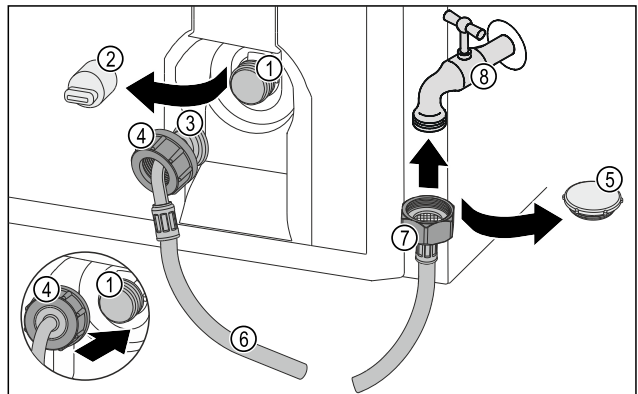

Fig. 47
- Retirer le capuchon de fermeture Fig. 47 (5).
- Placer l'extrémité de flexible droite Fig. 47 (7) sur le robinet d'eau Fig. 47 (8).
- Serrer l'écrou sur l'extrémité de flexible droite Fig. 47 (7) dans le sens des aiguilles d'une montre.